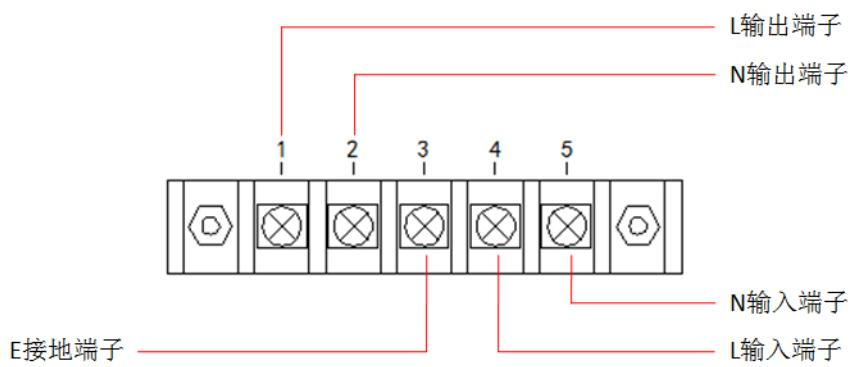

图 1-1 接线示意图
- 4) 电源输入相线 L、零线 N、地线 E 应与本仪器电源插头相同。移去后面板电源保护上盖, 具体接线示意如图 1-1: